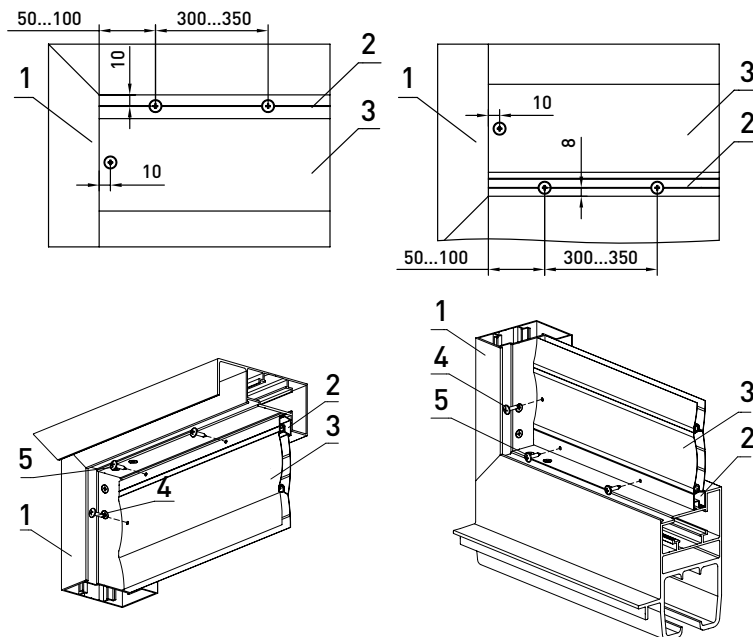

Рис. 17. Установка заполнения:
3. Произвести разметку под сверление отверстий для крепления полотна заполнения в соответствии с *рис. 17*. При этом отверстия для крепления: